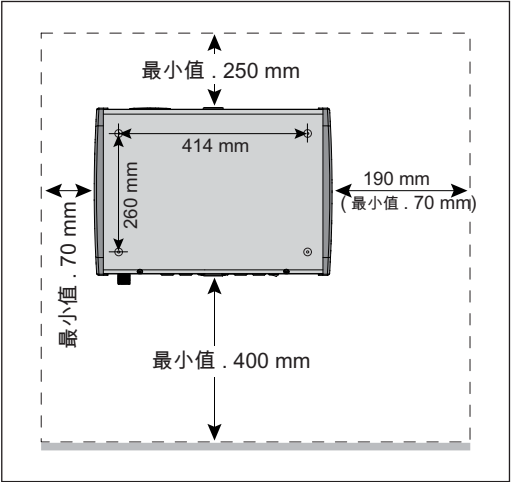

图6. 安装尺寸
- 蒸汽机安装地点符合安全要求，见图6. 及章节2.2. 之要求。